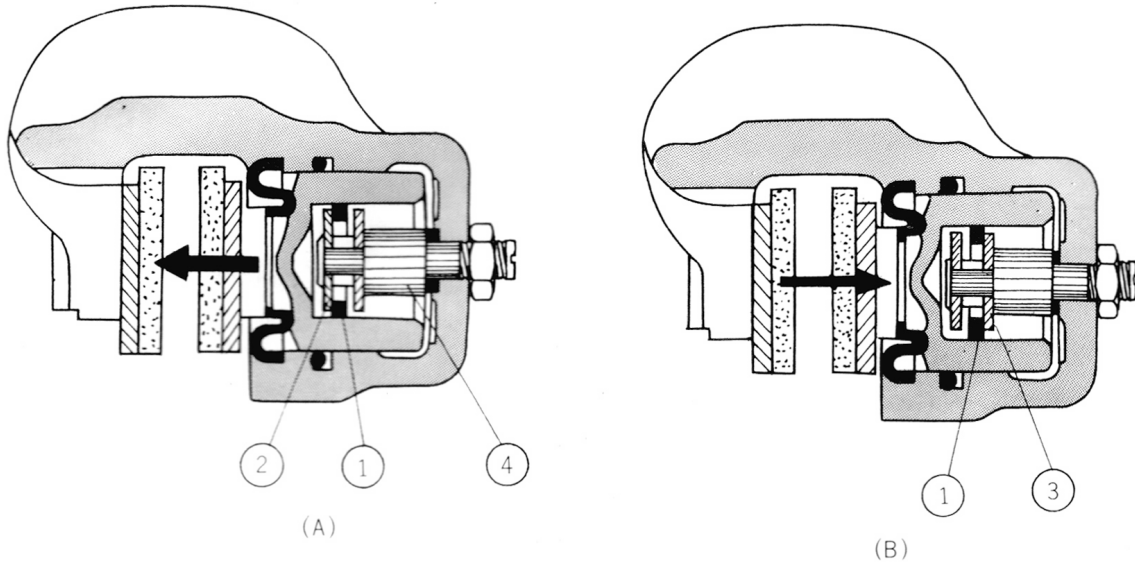

図 7・3 自動調整装置作動図
自動調整装置は図7・3に示すとおりピストン内部に組込まれており、常にブレーキ・オイルがこの周りに充満しています。構成部品はシリンダ頭部に固定されたスピンドル④と、このスピンドルの頭部にスペーサをはさんで組込まれた2個のワッシャ②、③およびこれらワッシャの間をピストンと共に移動するフリクション・リング①等からなっています。